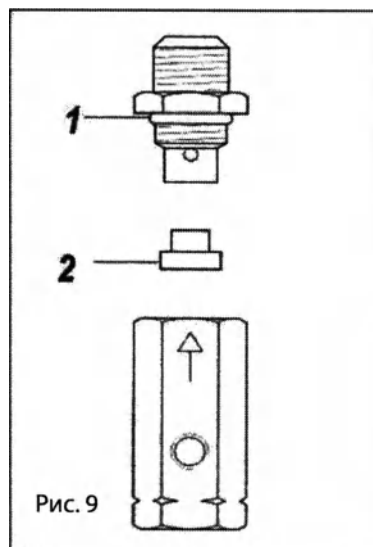

Рис. 9
- в) Обратный клапан вылетел. Разберите гибкую трубку, чтобы посмотреть, выходит ли воздух из клапана (рис. 9, объект 1). Если воздух не выходит, отвинтите крышку клапана, очистите резиновый диск с помощью сухой ткани и соберите клапан. Если проблема остается, необходима замена клапана;